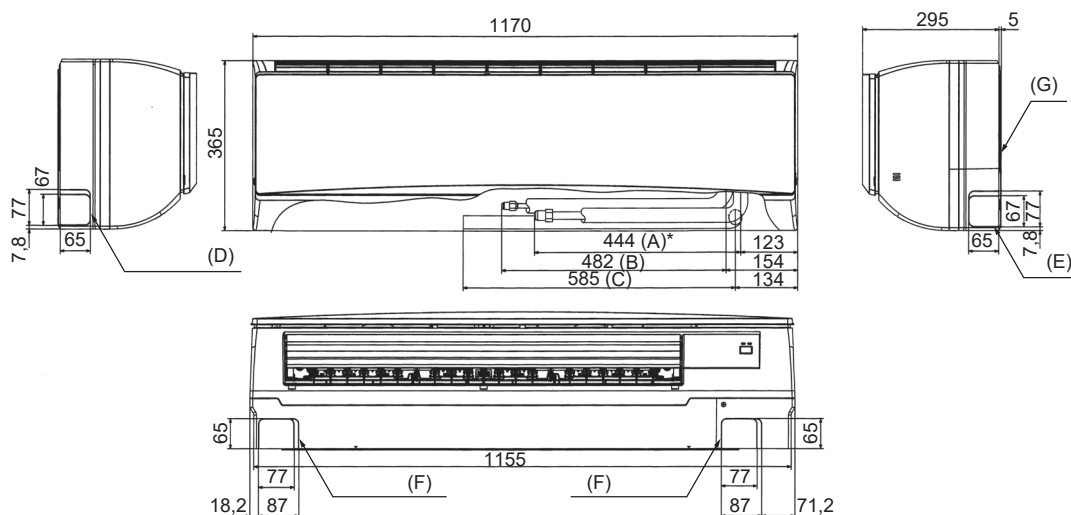

Fig. 4-3
4.4. Plassering av kjølemiddel- og avløpsrør (Fig. 4-3)
- (A) Gassrør * Indikerer tilstanden med tilbehør montert.